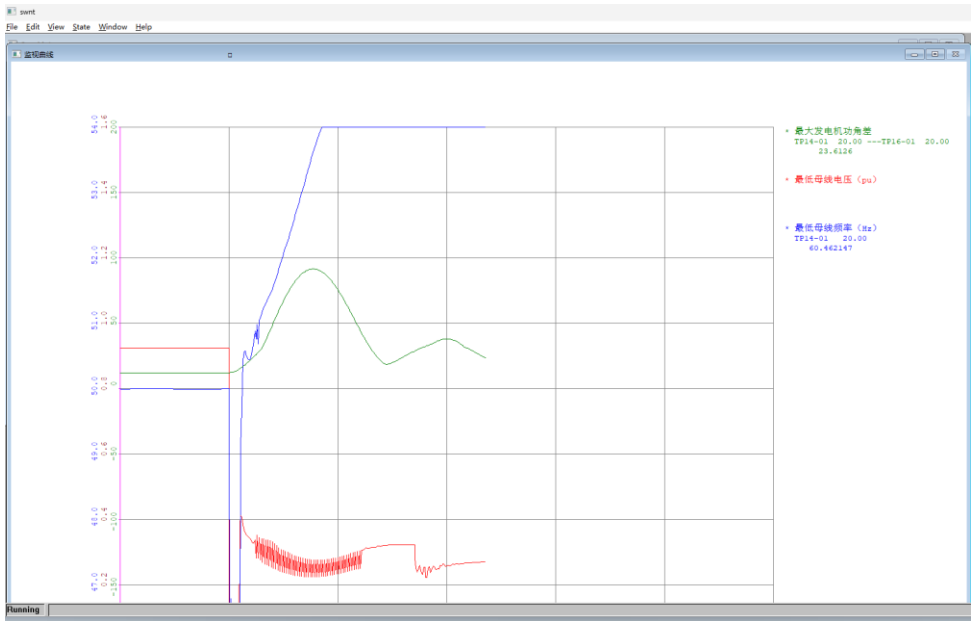

图 8 稳定曲线
3) 稳定计算过程中会自动弹出稳定曲线，如图 8 所示。图中展现了仿真过程中最大发电机功角差、最低母线电压和最低母线频率等电气量的变化，初步观测当前故障下系统的稳定情况。